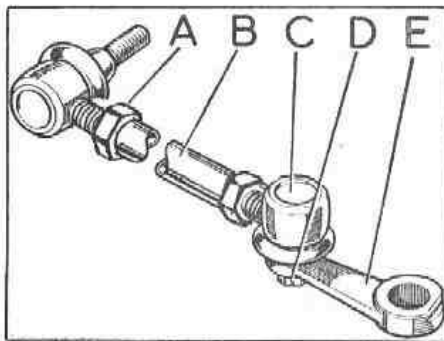

Fig. G-19 Conjunto de la barra longitudinal
- 1.6. Soltar la tuerca de fijación de la rótula, C (Fig. G-19) y utilizando el extractor especial, 600590, separar ésta de la bieleta superior, E.
- 2.2. Sujetar la bieleta superior, E (Fig. G-19) a la barra B. La bieleta puede montarse por cualquiera de sus extremos a la barra. Apretar seguidamente la tuerca de la rótula a una tensión de 4 mkg y frenándola con su pasador.